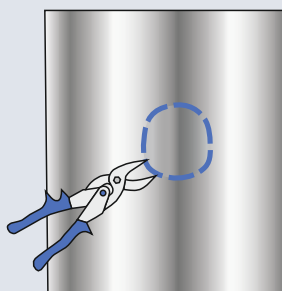
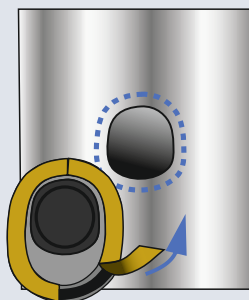

Rys. 1.
Rys. 2.
3. Po przyłożeniu podstawy w miejscu montażu, należy oznaczyć otwór w pokryciu odrysowując go od wewnętrznego otworu podstawy (Rys. 1). Następnie włożyć do podstawy rurę wywiewną i zatrzasknąć (Rys. 2).